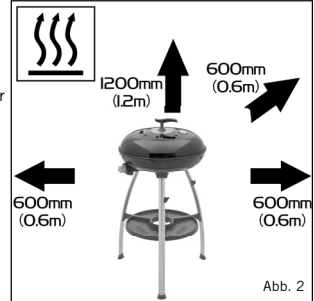

Abb. 2
- Vergewissern Sie sich, dass das Gerät nicht in der Nähe von entzündlichen Materialien betrieben wird. Mindestsicherheitsabstände: über dem Gerät 1,2 m. Hinten und an den Seiten 600 mm. (Siehe Abb. 2)